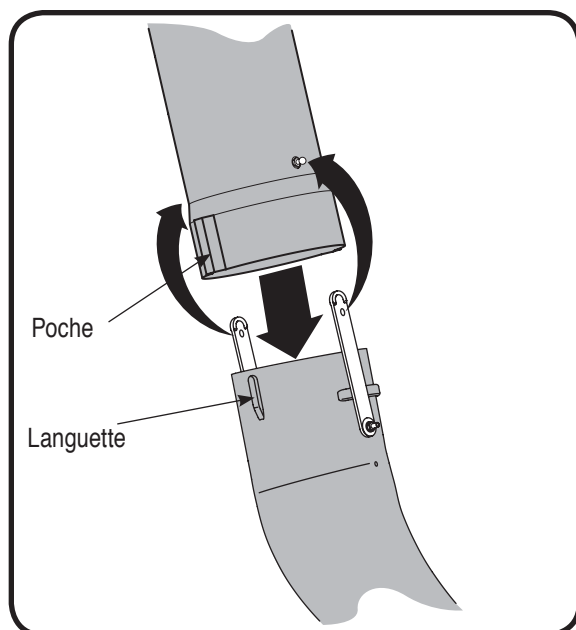

Figure 26
7. Placez l'extrémité inférieure du tube de la goulotte sur la goulotte d'éjection afin que les languettes de la goulotte correspondent aux poches du tube. Voir la Figure 26.
8. Fixez en accrochant les deux pattes de fixation de la goulotte aux broches du tube de la goulotte. Voir la Figure 26.